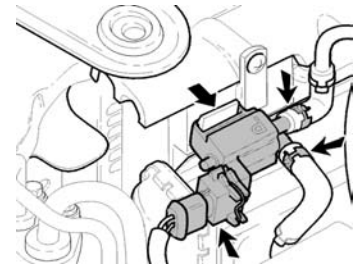

Fig. 5
- Soltar la válvula secuenciadora del soporte (Fig. 5) (hay que cambiar la válvula secuenciadora en los vehículos del modelo 98->99 hasta número de bastidor... 414999. Sólo hay que modificar el soporte desde el modelo 2000 y número de bastidor...415000..